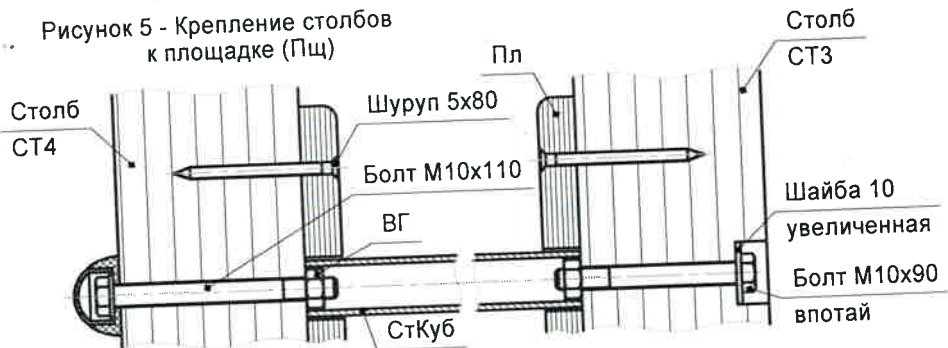

Рисунок 7 - Крепление стоек с кубиками (СтКуб) при помощи планок (Пл) и стяжки с вваренной гайкой (ВГ) к столбам
5.1.4 Установить ограждения (поз.8), прикрепив их к столбам (рисунок 7) – саморез 6x80 – 4 шт.х2.
5.1.4 Установить крышу в сборе (поз.9), прикрепив её фронтоны к столбам (рисунок 7) – саморез 6x80 – 1 шт.х4.